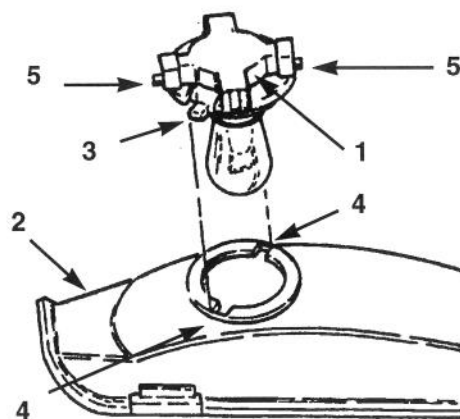

Fig. 17
3. Girate il portalampada di 1/4 di giro in senso antiorario, e toglietelo dal riflettore (Fig. 17).
2. Il portalampada è provvisto di due guide (Fig. 17). Allineate le alette con le guide nel riflettore, inserite il portalampada nel riflettore e giratelo di 1/4 di giro in senso orario, fin quando non si ferma.